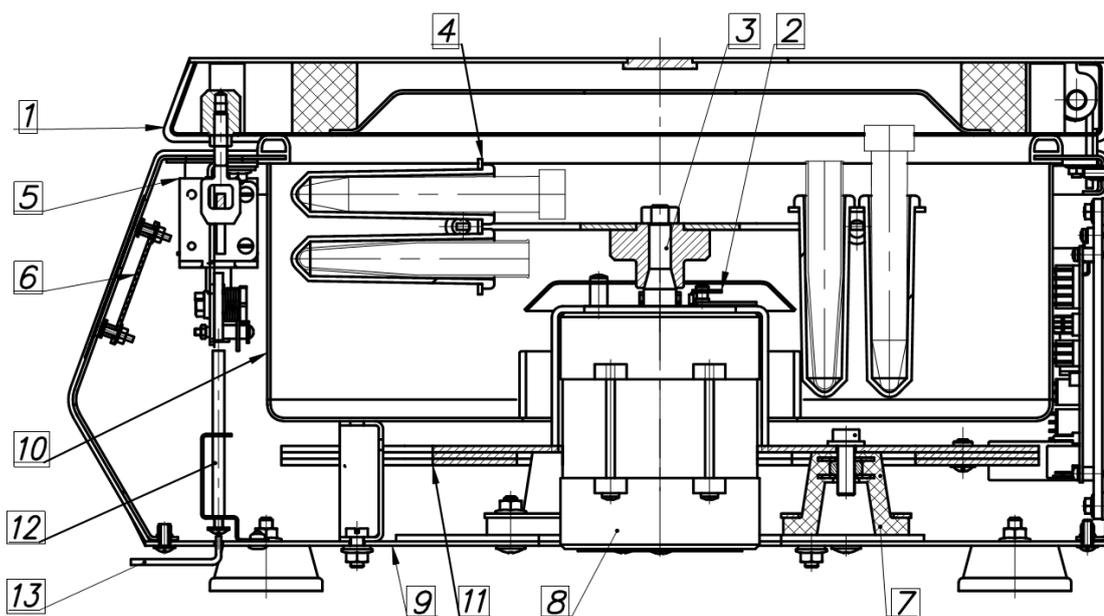
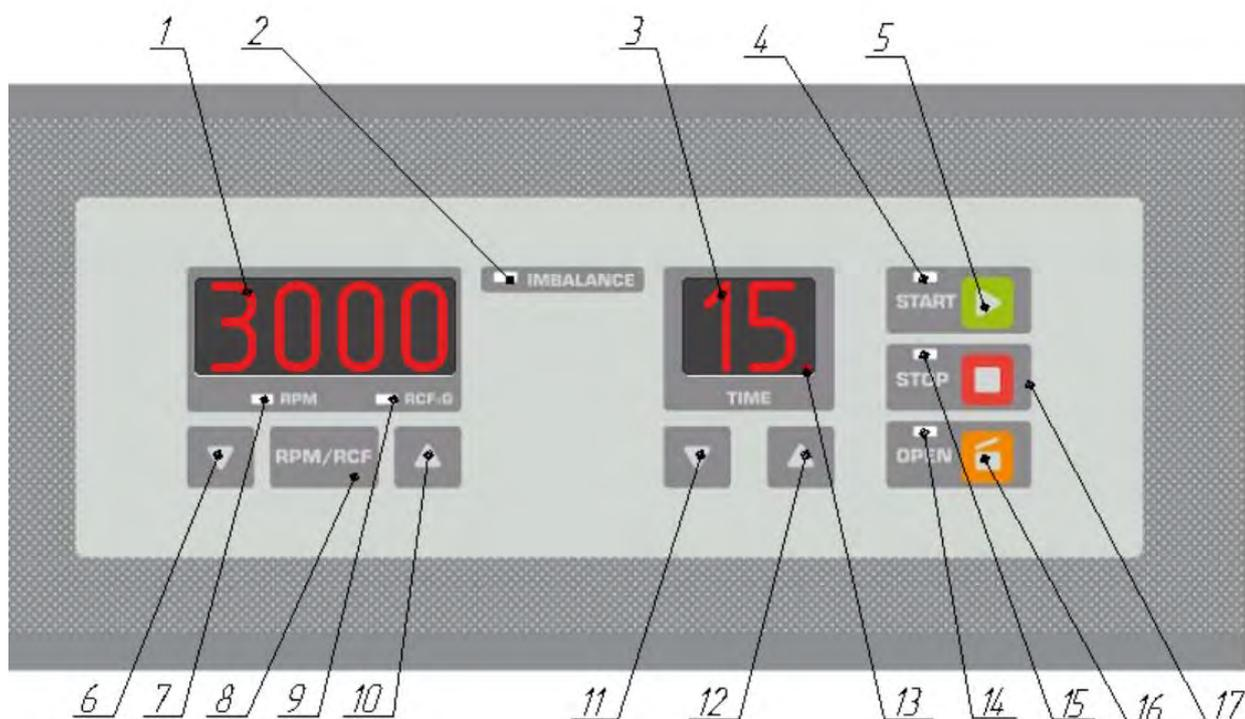

Рис.4 Устройство центрифуг Liston C 2201, Liston C 2202, Liston C 2203 (изображение устройства условное, без учета различий центрифуг)
Рис.5 Панель управления центрифугами Liston C 2201, Liston C 2202, Liston C 2203
(Рис.4 поз.13), на толкатель (Рис.4 поз.12 – для центрифуг Liston C 2201, Liston C 2202), либо через 2 отверстия, расположенных с боков центрифуги чуть ниже крышки (для Liston C 2203) , либо открыв ручной замок (для Liston C 2204 Classic) и извлеките комплект поставки (адаптеры, документацию и т.д.)
- Включите центрифугу переключив сетевой выключатель, расположенный сзади справа в положение ON (I). при этом загорятся цифровые индикаторы поз.1 и поз.3 и индикатор режима «STOP» поз. 15. (Рис. 5)
- Для открытия крышки нажмите кнопку «OPEN» (поз. 16, рис.5). Загорится соответствующий индикатор (поз. 14 рис.5). **При экстренной**
- Для установки скорости вращения выберите единицы измерения скорости (селектор RPM/RCF – поз. 8 рис.5). Выбранный режим отобразится на соответствующем индикаторе поз. 7 (Рис.5) – RPM (обороты в минуту) или поз. 9 – RCF (единицы относительного центробежного ускорения).
Установите требуемую скорость вращения используя кнопку Поз.6 (рис.5) и кнопку Поз.10 (рис.5) для уменьшения и увеличения значения соответственно. Если зажать кнопки регулировки скорости более чем на 3 сек. изменения ускорятся.
- Для установки времени центрифугирования используйте кнопку Поз.11 (рис.5) и кнопку Поз.12 (рис.5) для уменьшения и увеличения значения соответственно. Если зажать кнопки регулировки скорости более чем на 3 сек. изменения ускорятся.
- Чтобы закрыть крышку центрифуги нажмите на нее над «язычком(ами)» электрозамка с небольшим усилием до «щелчка». Когда центрифуга закроется соответствующий индикатор OPEN (поз.14 рис. 5) потухнет.
- Для запуска вращения нажмите кнопку «START» (поз.5 рис.4). В момент старта потухнет индикатор «STOP» (поз. 15 рис.5) и загорится индикатор «START» (поз. 4 рис.5). Ротор начнет плавный разгон до установленной скорости. Текущая скорость вращения будет отображаться на индикаторе
скорости (поз.1 рис.5), а оставшееся время вращения на индикаторе времени поз.3 (рис.5). Обратите внимание, что кратковременные скачки скорости (+/- 200 об/мин) после набора центрифугой заданной скорости – это нормальная ситуация, связанная особенностями поддержания установленной скорости вращения.
- Когда установленное время центрифугирования истечет, ротор начнет плавное торможение до полной остановки. Во время торможения индикатор «STOP» (поз.15 рис.5) будет мигать. После полной остановки ротора прозвучит трехкратный звуковой сигнал, крышка автоматически откроется, индикатор «STOP» (поз.15 рис.5) загорится в постоянном режиме, а индикаторы скорости и времени отобразят предыдущий установленный режим центрифугирования.
- Центрифуги Liston C 2201, Liston C 2202 and Liston C 2203 могут работать в режиме прямого (а не обратного) отсчета времени. Для работы в данном режиме установите время центрифугирования на 0 и нажмите кнопку «START» (поз. 4 рис.5). Процесс центрифугирования будет продолжаться до 100 мин. или до нажатия кнопки «STOP» (поз.15 рис.5). При работе в режиме прямого отсчета времени будет гореть индикатор в виде точки (поз. 13 рис.5)
- В случае срабатывания аварийной остановки центрифуги при превышении вибраций ротора допустимых пределов (дисбаланс ротора) загорится индикатор «IMBALANCE» (поз.2 рис.5), индикатор «STOP» (поз.15 рис.5) начнет мигать и прозвучит трехкратный звуковой сигнал, после этого индикатор «STOP» (поз.15 рис.5) начнет гореть в постоянном режиме и центрифуга экстренно остановится. После аварийной остановки центрифуги – крышка НЕ откроется автоматически. Для открытия крышки нажмите кнопку «OPEN» (поз.16 рис.5). Прежде чем запускать центрифугу снова, убедитесь, что ротор установлен загружен согласно п.3.3 настоящего руководства.